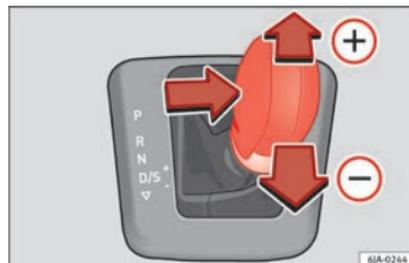

Fig. 179 Palanca selectora: Tiptronic.
– Empuje suavemente la palanca selectora hacia delante **+** » fig. 179.
– Empuje suavemente la palanca selectora hacia atrás **-** » fig. 179. »